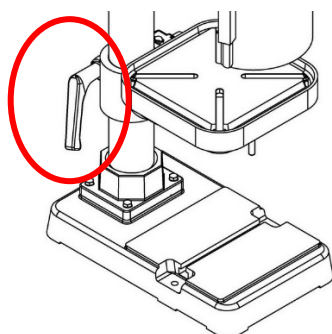

Figure 19
- (1) Desserrez d'abord la poignée de serrage avec la main gauche (**figure 19**).
- (3) Enfin, serrez la poignée de serrage. (**figure 19**)